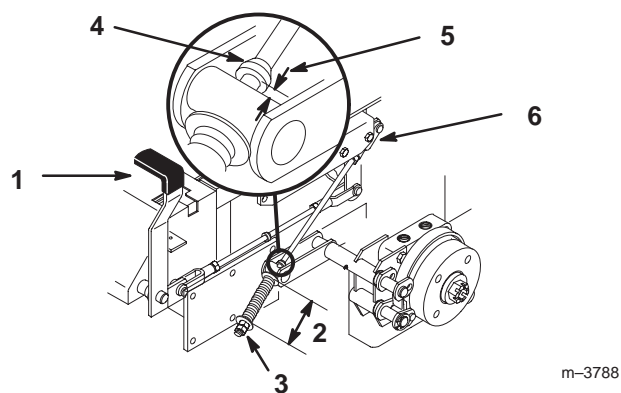

Figure 58
2. Mesurez la longueur du ressort. Les rondelles doivent être distantes de 70 mm (2-3/4") (Fig. 58).
3. Si un réglage est requis, desserrez l'écrou de blocage situé sous le ressort et serrez l'écrou directement au-dessous de la chape (Fig. 58). Vissez l'écrou jusqu'à ce que le ressort ait la longueur voulue. Serrez les deux écrous ensemble et répétez la procédure de l'autre côté de la machine.
6. Mesurez la distance entre le galet de tourillon et le collier sur la tige de frein. Elle doit être comprise entre 5 et 7 mm (3/16 et 1/4") (Fig. 58).
7. Si un réglage est requis, desserrez l'écrou de blocage situé juste au-dessous de la chape. Tournez la tige inférieure jusqu'à obtention de l'écart voulu (Fig. 58). Serrez l'écrou de blocage à la chape.